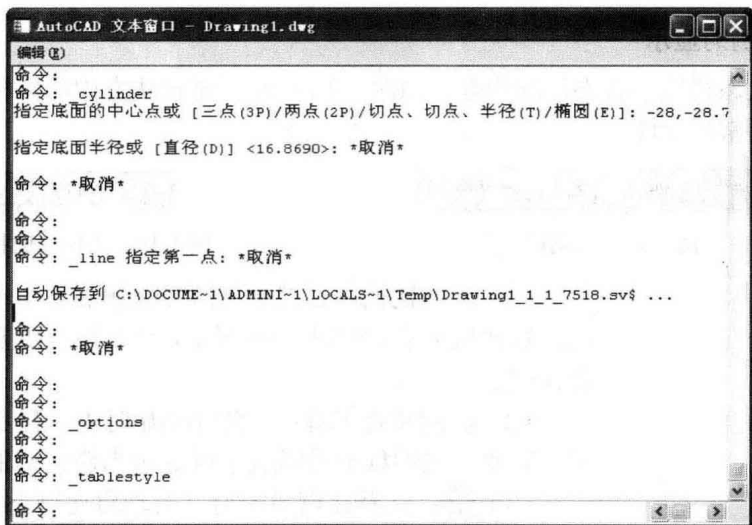

图 1-16 文本窗口
命令行窗口是输入命令名和显示命令提示的区域,默认的命令窗口布置在绘图区下方,是若干文本行,如图 1-16 所示。对命令行窗口,有以下几点需要说明。
(3) 对当前命令行窗口中输入的内容,可以按 F2 键用文本编辑的方法进行编辑,如图 1-16 所示。AutoCAD 文本窗口和命令行窗口相似,它可以显示当前 AutoCAD 进程中命令的输入和执行过程。在执行 AutoCAD 某些命令时,它会自动切换到文本窗口,列出有关信息。
(4) AutoCAD 通过命令行窗口,反馈各种信息,包括出错信息。因此,用户要时刻关注在命令行窗口中出现的消息。